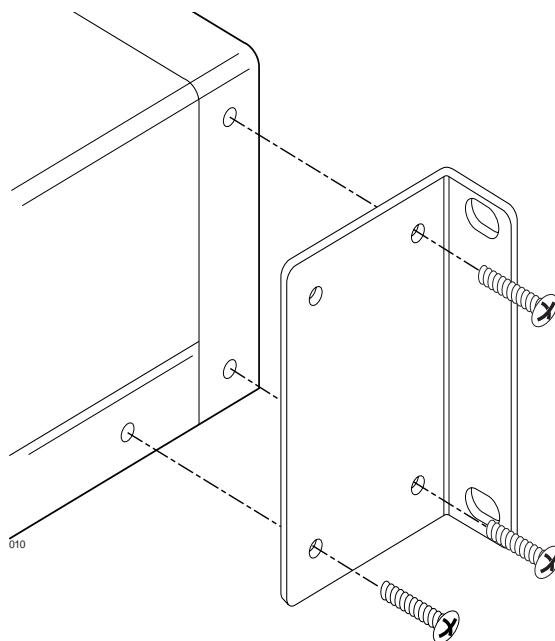
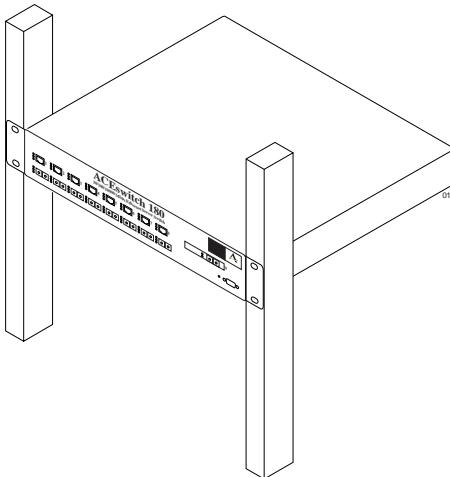

Abbildung 2-1 Positionierung der Laufschienen für Installation im Geräteschrank
Abbildung 2-2 Installation des ACEswitch 180 im Geräteschrank
- Um das Gerät in einem Einschub zu betreiben, verbinden Sie, wie in Abbildung 2-1 dargestellt, die beiden Laufschienen mit dem Switch. Nutzen Sie dabei die mitgelieferten Schrauben. Installieren Sie anschließend den Switch wie in Abbildung 2-2 dargestellt. Verwenden Sie die entsprechenden Schrauben für Ihren Geräteschrank (vier Schrauben des Typs 10-32, 12-24, M5X.8-6H oder M6X1-6H).